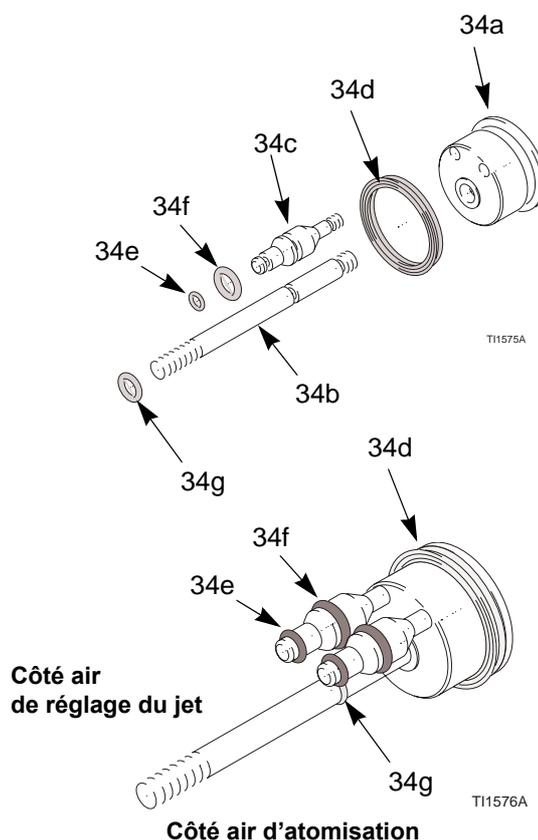

Fig. 26. Joints toriques du piston
5. Examiner l'état des joints toriques (34e, 34f, 34g) et le joint en U (34d). Voir le Tableau 5 et la Fig. 26.